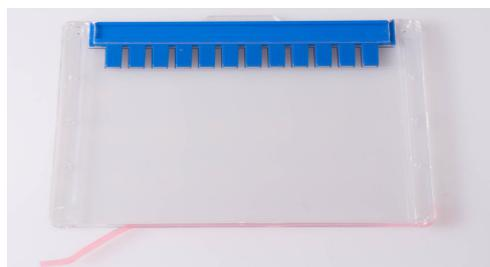

图 1
1. 将预制胶从包装袋中取出，撕去胶板底部的粉色胶带（如图1）